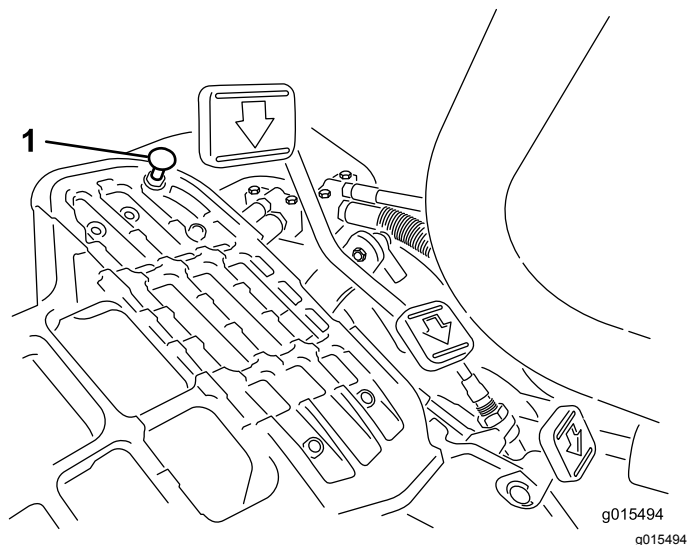

Figura 50
Pise el pedal de tracción. Si el pedal toca el tope (Figura 50) antes de que se note tensión en el cable, es necesario hacer un ajuste:
1. Afloje las contratuercas con arandela prensada que fijan el tope del pedal a la chapa de suelo (Figura 50).